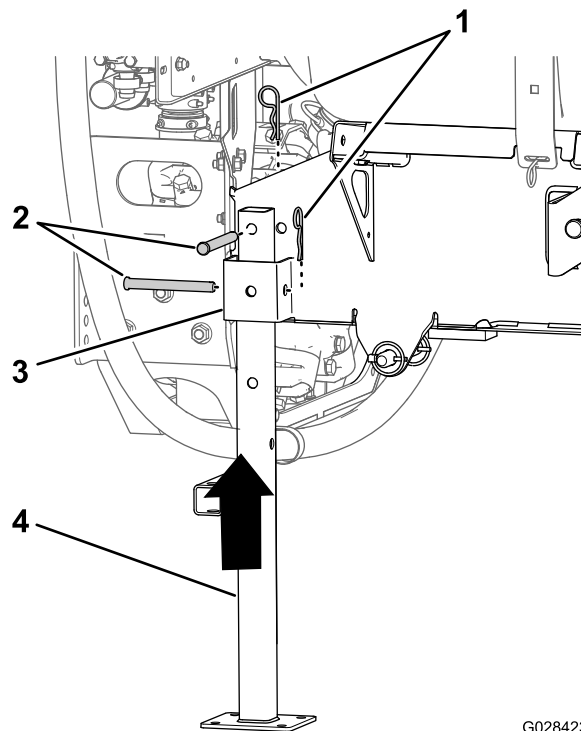

Figura 134
5. Allineate il cavalletto posteriore con la sede per il cavalletto posteriore (Figura 134).
6. Allineate il foro nella parte superiore del cavalletto con il foro sul telaio di supporto del serbatoio (Figura 134)
7. Fissate il cavalletto al ricevitore e al telaio con 2 perni con testa ($\frac{1}{2}$ " x $4\frac{1}{2}$ ") e 2 coppiglie ($\frac{5}{32}$ " x $2\frac{5}{8}$ ") come mostrato nella Figura 134.